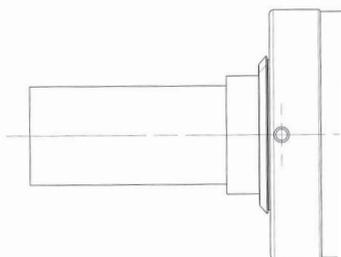

Abb. 6
- 2) Walzen im Feuchteinsatz sind mit Fettlabyrinthdichtungen versehen. Schmiernippel in der Endkappe. (Abb. 6) Nachschmierung monatlich 2 Hübe Dichtfett BE31-502 KLÜBERPLEX [Kp 2/3N-10] oder dergleichen.